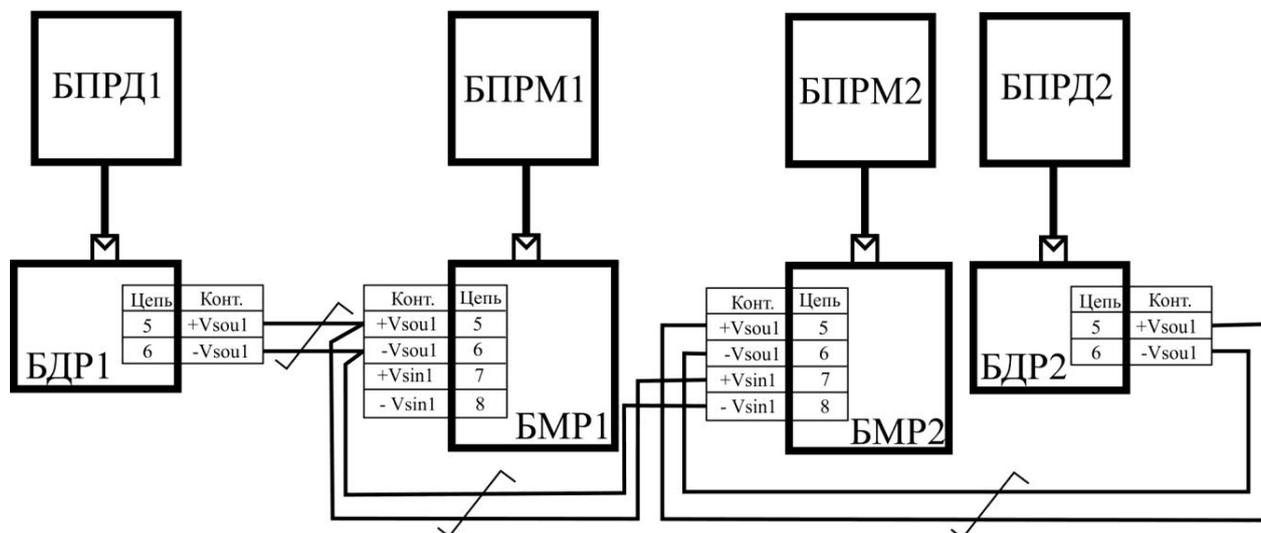

Рис.6.13
6.3.5.5 Для проводной синхронизации, при засветке посторонними радиопередающими устройствами (о чем свидетельствует частые «ложные» тревоги), необходимо включить взаимную синхронизацию. При этом активный выход +/-V_{so} (БМР1 или БДР1) ведущего извещателя подключается к входу +/-V_{Si} ведомого извещателя (БМР2), в зависимости от расположения БМР2 (вблизи смежного БПРМ1 см. рис. 6.13